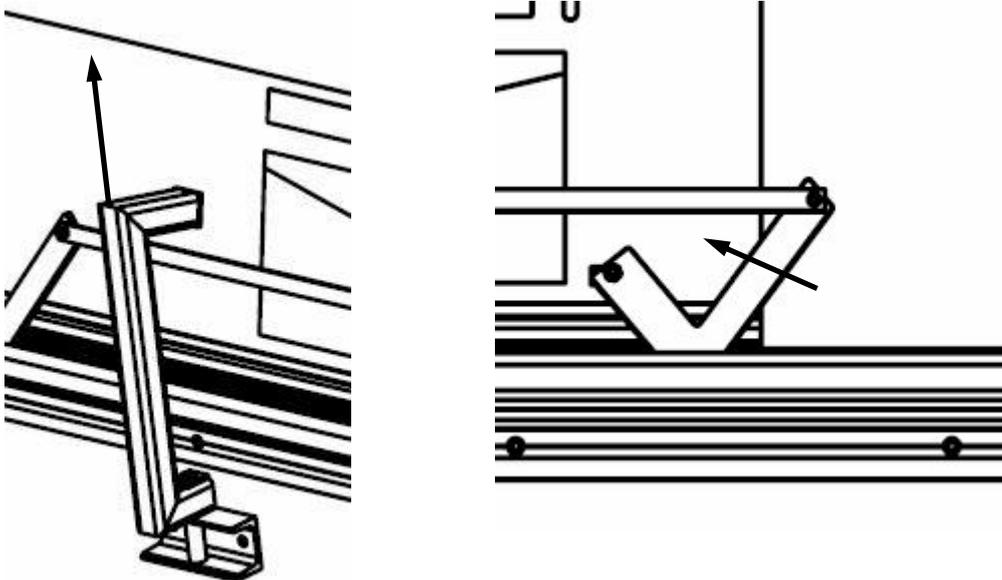

Abbildung 9: Stoßlastaufnahme herausziehen    Abbildung 10: Verriegelung lösen
4. Stoßlastaufnahme herausziehen (Abbildung 9).